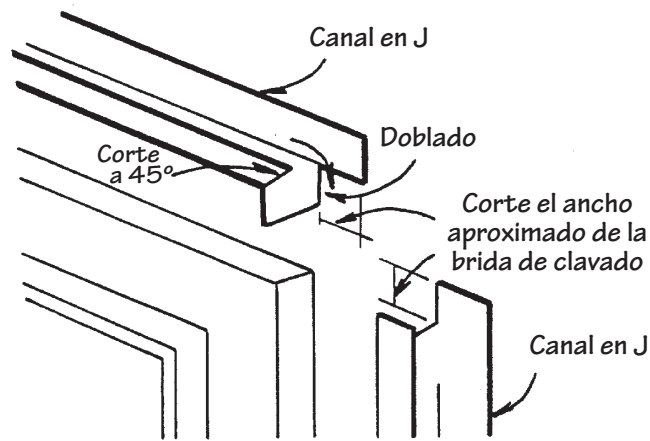

Figura 33.
- Corte a inglete la brida libre a 45° y doble la lengüeta hacia abajo para cubrir los miembros laterales (Figura 33). Se puede usar el mismo corte a inglete y la lengüeta en la parte inferior de la ventana, según el estado del antepecho. El canal en J debe calzar justo contra la ventana.